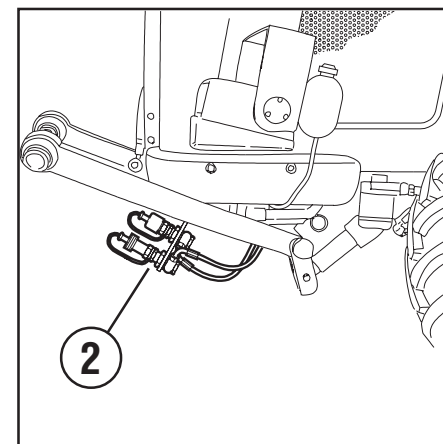

Fig. 9
- 2 hydrauliske stik (2 Fig. 9) med dobbelt effekt.